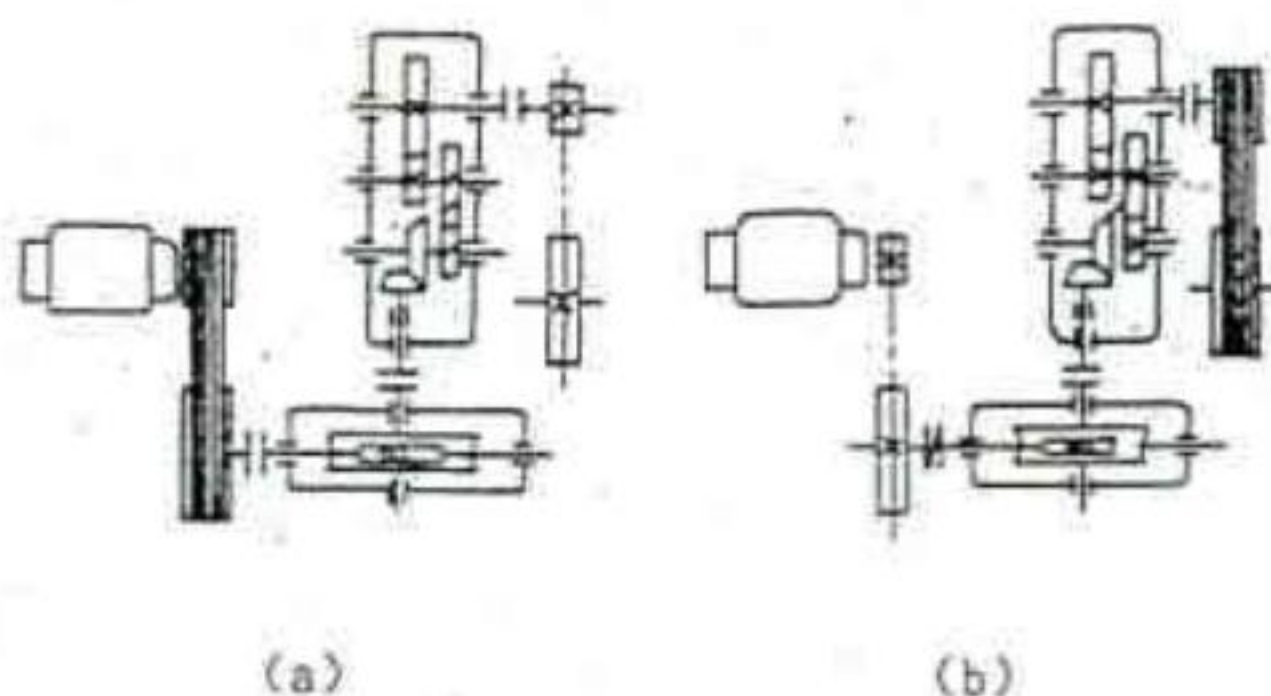

图 8
- 3、图 8 所示为某机械化运输传动系统的两种布置方案，其中，图 8 (a) 的传动方案是：电动机—V 带传动—蜗杆传动—齿轮传动（减速器）—链传动。图 8 (b) 的传动方案是：电动机—链传动—蜗杆传动—齿轮传动（减速器）—V 带传动。你认为哪种方案比较合理？阐述理由。